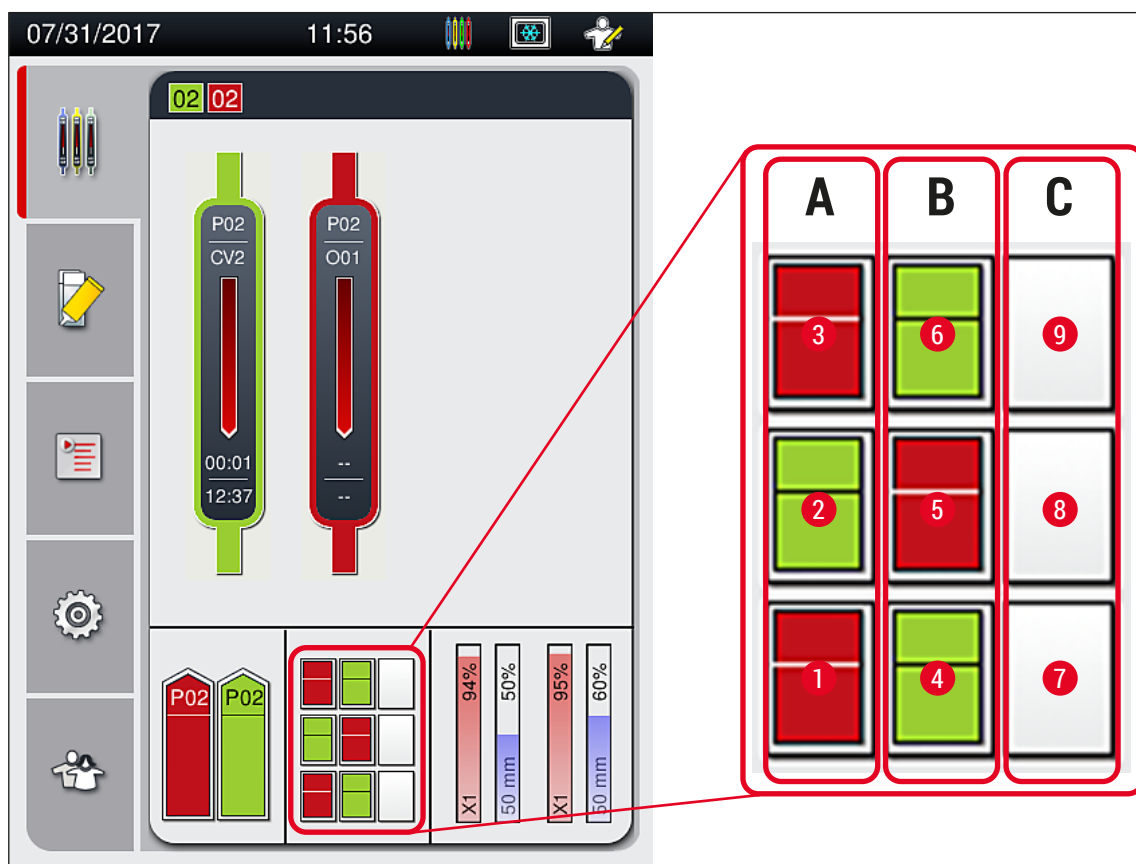

Fig. 75
- Udførringsskuffen kan rumme op til 9 stativer. Stativerne placeres i udførringsskuffen i den viste rækkefølge fra A1 til C9 (→ Fig. 75).